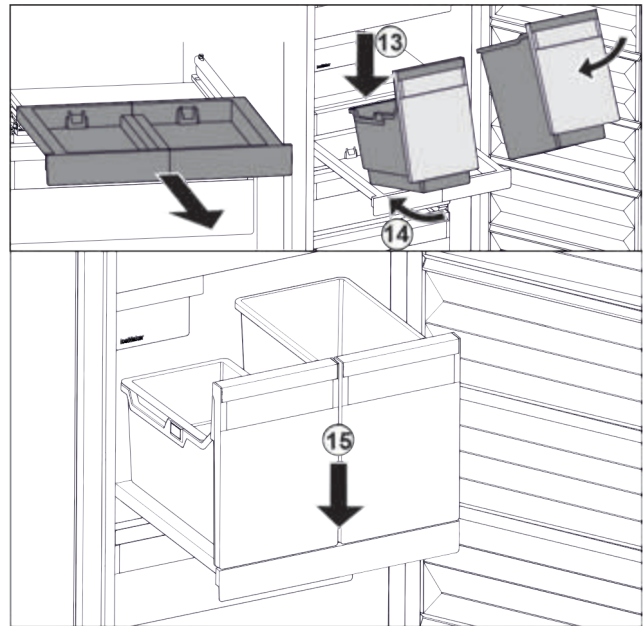

Fig. 86
- ▶ Встановити резервуар на витяжну панель навкоси. *Fig. 86 (13)*
- ▶ Насунути резервуар навкоси до заду. *Fig. 86 (14)*
- ▶ Резервуар опустити спереду. *Fig. 86 (15)*